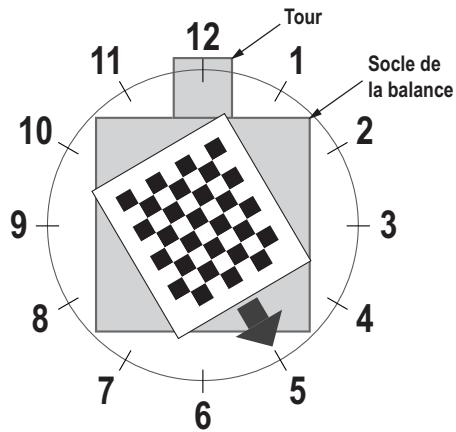

Figure 5-8. Tournez à 5 heures.
7. Aligned l'objet d'étalonnage de sorte que les réticules soient centrés. Tournez l'objet d'étalonnage à 5 heures, la tour étant à 12 heures (Figure 5-8).